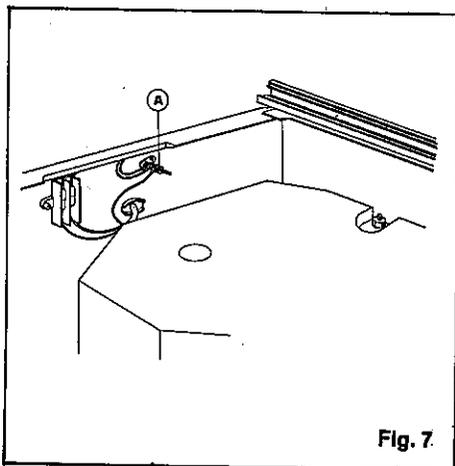

Fig. 7
- se la presa di corrente è priva di contatto a terra, la messa a terra deve essere effettuata con un conduttore (sezione minima 5 mm2) collegato ad una estremità dell'apposito morsetto della parte posteriore della macchina " A " (fig. 7) e all'altra estremità ad una buona terra artificiale conforme al D.P.R. 27-4-1955, n. 547 ed alle norme CEI 118.